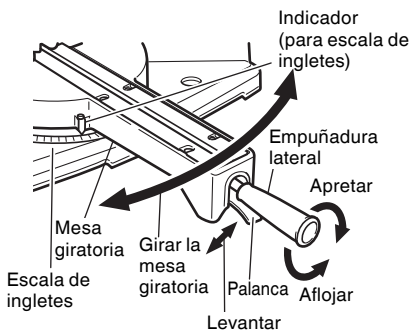
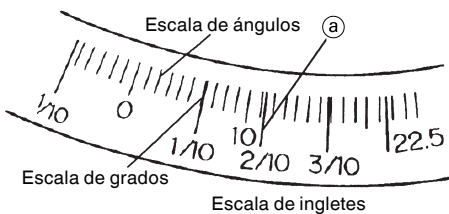

Fig. 30
Fig. 31
- (1) Afloje la empuñadura lateral y tire hacia arriba de la palanca para los topes de ángulo. Luego, ajuste la mesa giratoria hasta que el indicador se alinee con el ajuste deseado de la escala de ángulos de inglete (Fig. 30).
- (2) Vuelva a apretar la empuñadura lateral para asegurar la mesa giratoria en la posición deseada.
- (3) La escala de ingletes (Fig. 31) indica tanto el ángulo de corte de la escala de ángulos como el gradiente en la escala de ángulos.
- (4) El gradiente, que es la proporción de la altura hasta la base de la sección triangular a extraerse, puede utilizarse para el ajuste de la escala de ingletes en vez del ángulo de corte, si así se desea (consulte la Fig. 31).
- (5) Por lo tanto, para cortar una pieza de trabajo con un grado de $2/10$, ajuste el indicador a la posición ② como se indica en la Fig. 31.